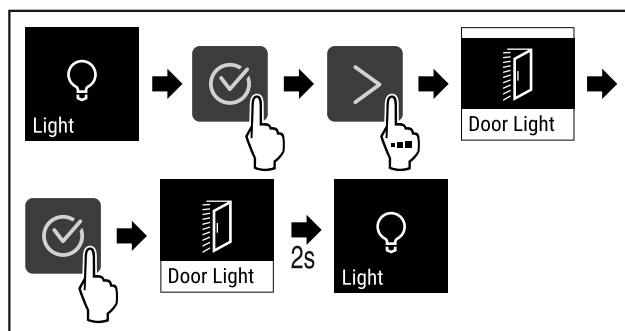

Fig. 69
- ▶ Vykonať kroky akcie (pozri Fig. 69).
- ▶ Vykonajte kroky akcie (pozri Fig. 69).